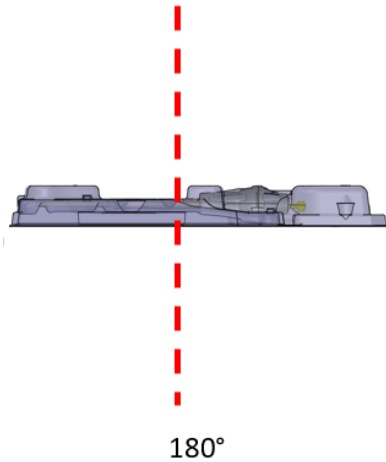

Abbildung 17: UA in 180°-Position
- f. Drehen Sie die UA-Verpackung so, dass die flache Seite nach unten zeigt oder sich in der 180°-Position befindet (*Abbildung 17*). Inspizieren Sie den UA sorgfältig durch die Kunststoffverpackung, und vergewissern Sie sich, dass sich in der Verpackung keine Wasserreste mehr befinden, die auf eine Undichtigkeit hindeuten würden. Wenn Sie Wasser sehen, ist der UA defekt und darf nicht verwendet werden. Nehmen Sie eine neue UA-Verpackung und wiederholen Sie die UA-Vorbereitung.